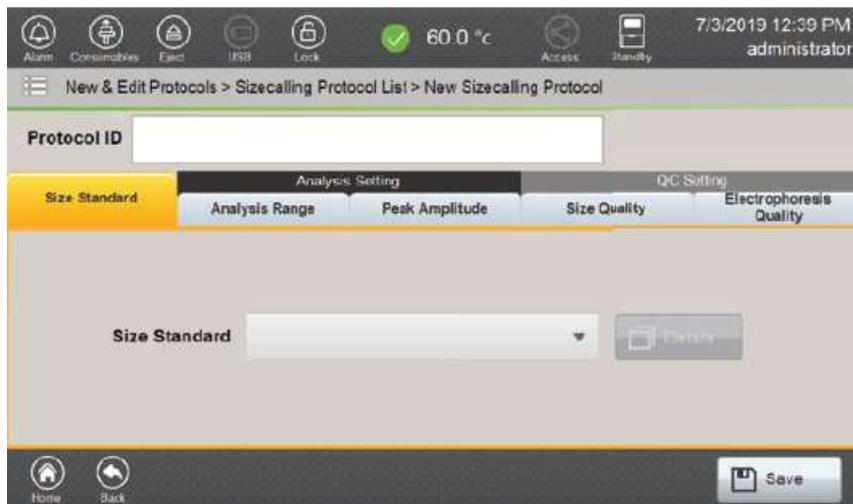

図 128 New Sizecalling Protocol 画面
2. フッターの **Create** ボタンを選択し、New Sizecalling Protocol 画面 (図 128) を開きます。New Sizecalling Protocol 画面には 5 つのタブがあります。
3. Protocol ID を入力し、Size Standard タブのドロップダウンから既存の Size Standard Protocol を選択してください。(図 128)